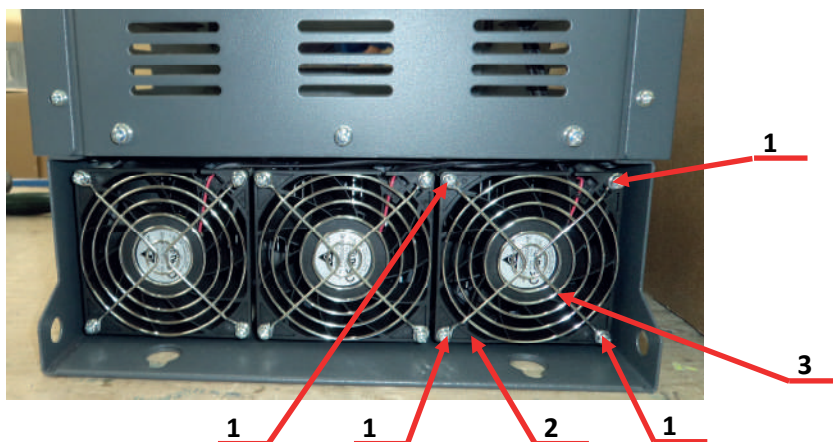

Рис.6.13
6.9.2. Открутить 4 винта поз.1 крепления вентилятора поз.2 (рис.6.13). Положить винты и защитную решётку поз.3 в тару 3.1.17.